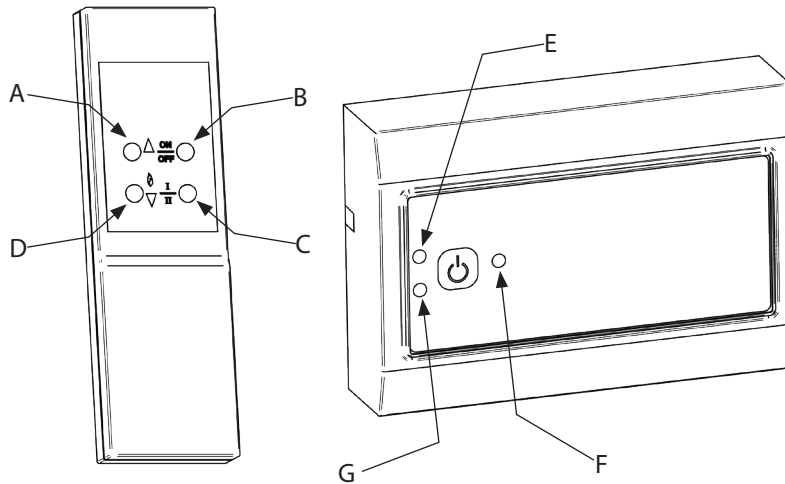

Fig.12
- Druk gelijktijdig op de UIT/AAN knop (fig. 12-B) en de brander start knop gedurende 1 seconde (fig. 12-D).
- Indien de mogelijkheid bestaat, kan het vuur HOOG/LAAG geschakeld worden door op de desbetreffende toets op de afstandsbediening te drukken (fig. 12-C). De indicatie LED zal één keer knipperen voor de LAGE stand en twee keer voor de hoge stand van het vuur.
- Het ventilator toerental kan tijdens het bedrijf handmatig aangepast worden, middels de toerental toetsen op de afstandbediening (fig. 12-A/12-D). Tijdens het indrukken van de toetsen zal de indicatie LED knipperen. Het toerental kan nooit onder de minimale instelling ingesteld worden.
- Om het systeem uit te schakelen, drukt u nogmaals op de AAN/UIT toets (fig. 12-B).
- Druk op de AAN/UIT toets (fig. 12-F).
- Om het systeem uit te schakelen, drukt u nogmaals op de AAN/UIT toets (fig. 12-F).
Indicatie LED (Fig. 12-E)
Indicatie LED (fig. 12-E)	Omschrijving
Alarm LED (Fig. 12-G)
Gedurende minimaal 4 seconden op de ON/OFF-toets (fig. 12-F) drukken verhoogt de snelheid van de rookgasafzuiging in bedrijf. Deze verhoogde snelheid wordt weer geannuleerd als de regelunit wordt uitgeschakeld.